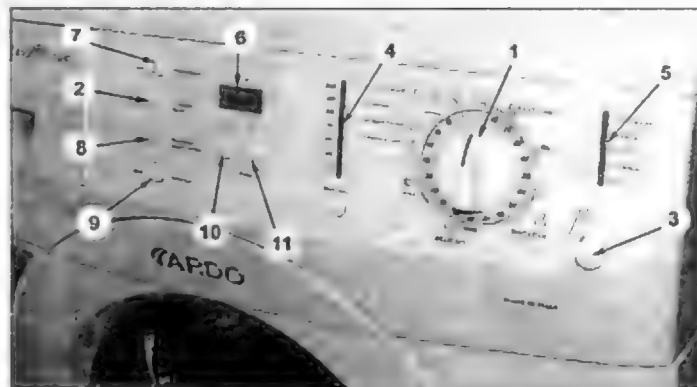
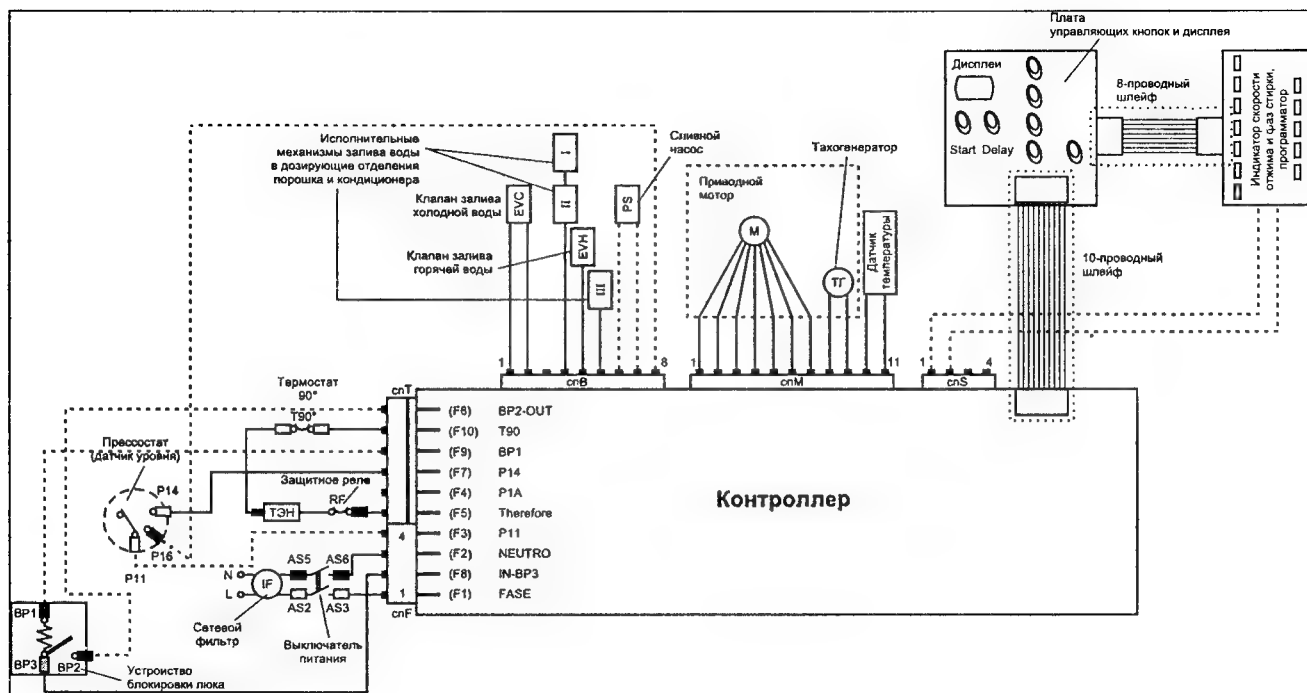

Рис. 1.7.1
Рис. 1.7.2
Внешний вид передней панели СМ представлен на рис. 1.7.1, а принципиальная схема СМ этой линейки — «Ardo AED 1000X» — на рис. 1.7.2.
- устанавливают ручку программатора 1 (рис. 1.7.1) в положение «40 °С, ДЕЛИКАТНАЯ СТИРКА»;
Если в ходе проверки не было выявлено дефектных элементов, первая сверху лампочка индикатора фаз стирки 5 (рис. 1.7.1) гаснет и на дисплее 4 отображается сообщение «1.25».
В ходе выполнения шага 1 внутреннего теста можно проверить работоспособность кнопок 2, 7, 8, 9 (рис. 1.7.1): при нажатии на соответствующую кнопку она подсвечивается, при повторном нажатии — гаснет.